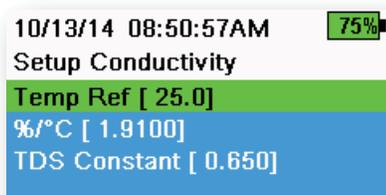

图 27 设置电导率
**Temp Ref (温度参考)**：参考温度用于计算温度补偿比电导率。所有的比电导率值都根据“参考温度”的温度进行补偿。默认温度为 25°C (图 27)。输入介于 15.00°C 和 25.00°C 之间的新值。